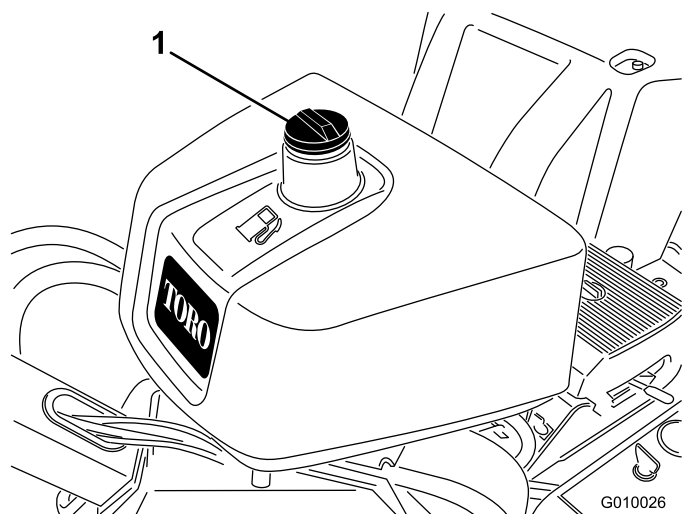

図 16
2. 燃料キャップ (図 16) の周囲をきれいに拭いてキャップ外す。